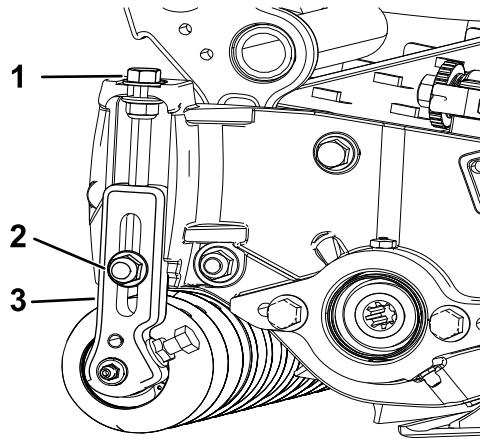

Figura 15
1. Afloje las contratuerca que sujetan los soportes de ajuste de la altura de corte a las chapas laterales de la unidad de corte (Figura 15).